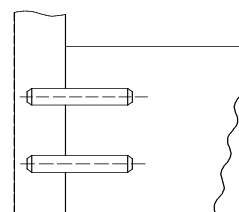

Рис.3
- с плинтусами поз.13,14 с помощью шкантов поз.26 - Рис.3.